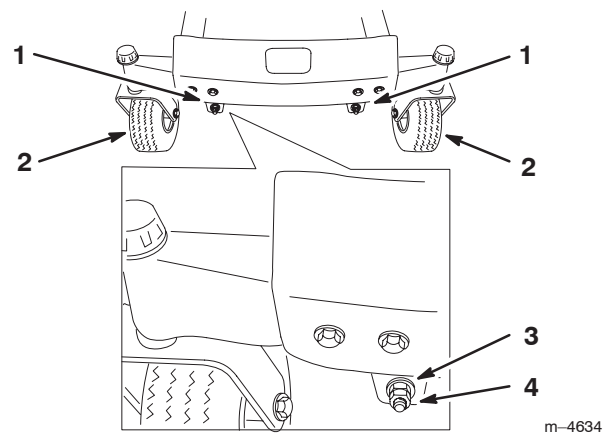

Figure 41
10. Pour régler l'inclinaison avant/arrière des lames, retirez les contre-écrous et tournez les écrous de réglage à l'avant du plateau de coupe (Fig. 41).
12. Après avoir réglé uniformément les écrous, contrôlez de nouveau l'inclinaison avant/arrière. Poursuivez le réglage des écrous jusqu'à ce que la pointe avant de la lame soit de 1,6 à 7,9 mm (1/16–5/16 pouce) plus bas que la pointe arrière (Fig. 41).
Remarque : Après avoir réglé les écrous de réglage, vérifiez qu'**aucune** des tige de support ne présente de **jeu** (Fig. 43). Serrez l'une ou l'autre pour supprimer le jeu (Fig. 41).